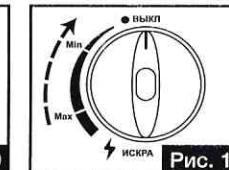

Рис. 10
- Чтобы выключить плиту, поверните регулятор силы горения до положения «Выкл» и поднимите рычаг фиксации баллона вверх (Рис. 10 и 11).
- Повернуть регулятор силы горения до положения «Выкл» и поднять рычаг фиксации баллона вверх (Рис. 10 и 11).